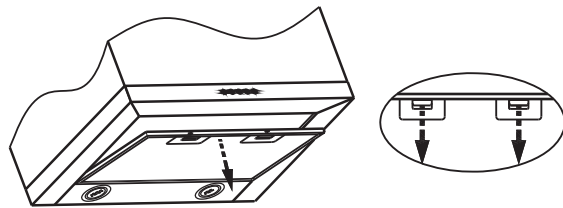

РИС. 4
- перед установкой зонта снимите алюминиевый фильтр (рис. 4), для этого нажмите на пружинные замки на фильтре и потяните его вниз и на себя;